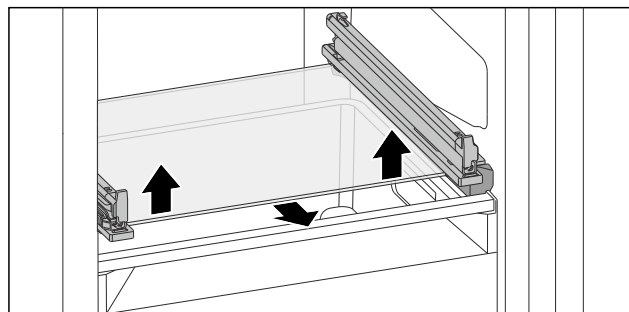

Fig. 202 Pllaka e xhamit e sirtarit me anim
- Shtyni nga poshtë pllakën e xhamit në të dyja anët në drejtimin për lart. (shihni Fig. 202)